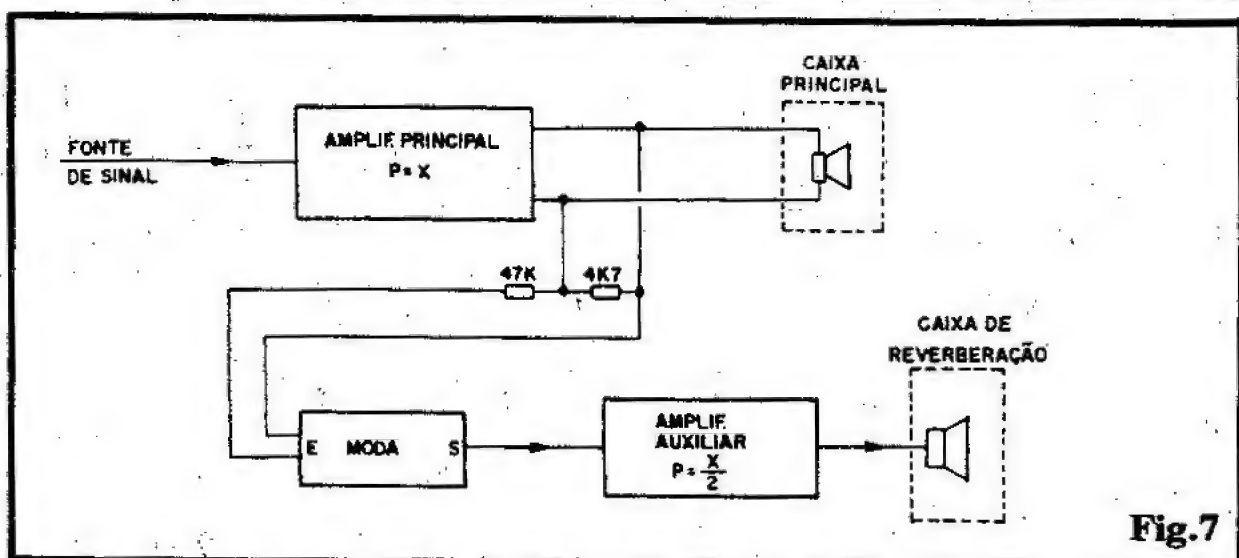

Fig.7
- **FIG. 7 - ECO "PRA MAIS DE METRO"**... - Embora nas configurações exemplificadas na fig. anterior, o MODA-CRE-2 possa exercer as suas finalidades perfeitamente, sempre existem os mais exigentes usuários, aqueles que querem um "baita" eco, uma reverberação "de caverna", ou "de catedral"... Tudo bem! É perfeitamente possível "estourar a boca do balão", com o acréscimo, no sistema básico, de um segundo amplificador, cujas ligações devem obedecer ao diagrama da fig. 7... Nessa configuração, o sinal "natural" é processado pelo amplificador principal, de cuja saída